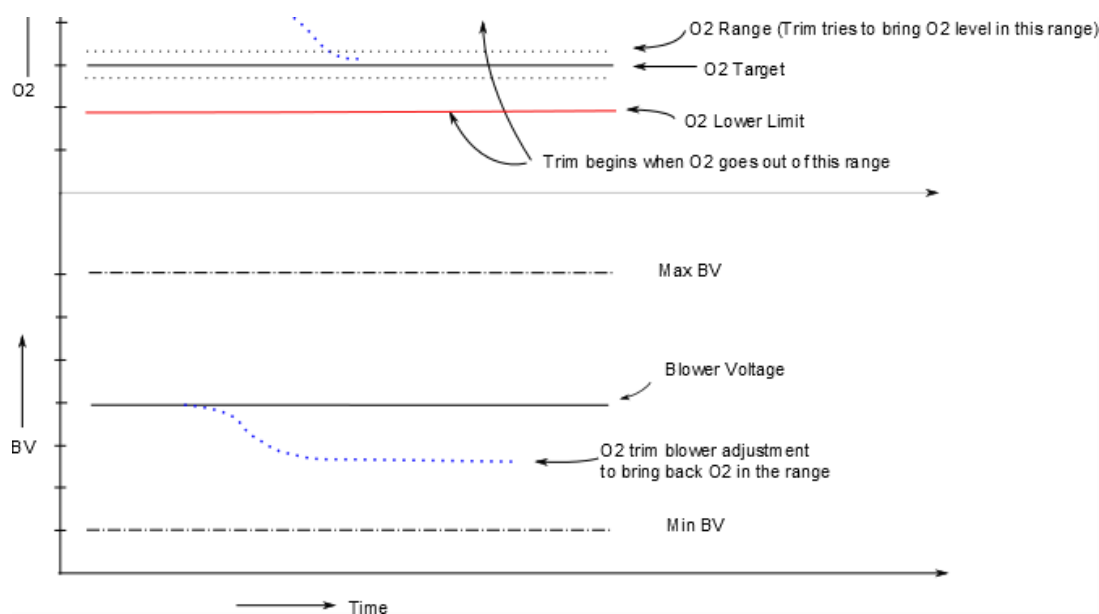

Figure 9-2 : Logique d'AERtrim
La figure 9-2 montre la logique fonctionnelle du système AERtrim et la façon dont les limites de tension d'O₂ du ventilateur (BV) et le rapport air/carburant interagissent pendant une opération AERtrim. Ce sont des pré-réglages fixes dans le contrôleur. La plage Target est réglable à l'intérieur de ces limites pour permettre à l'utilisateur de sélectionner le rapport air/combustible optimal pour une chaudière ou une application particulière.
La figure 9-2 montre comment le contrôleur réagirait à une lecture d'O₂% supérieure à la limite supérieure. Le contrôleur réduira la tension du ventilateur jusqu'à ce que la lecture d'O₂% se situe dans la plage Target, à condition que les réglages de BV soient dans les limites de BV pour cette unité à cette cadence de tir. La commande le stockera alors comme nouveau réglage d'étalonnage BV jusqu'à ce qu'il soit modifié manuellement ou par un autre cycle de la fonction AERtrim.